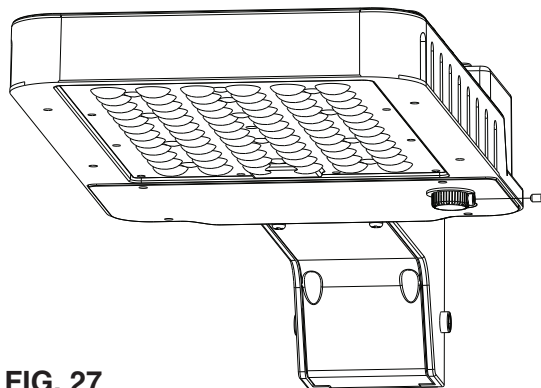

FIG. 27
1. Enlevez la vis de réglage du réceptacle rond c-Max™ USB-C (Voir la **FIG. 27**).